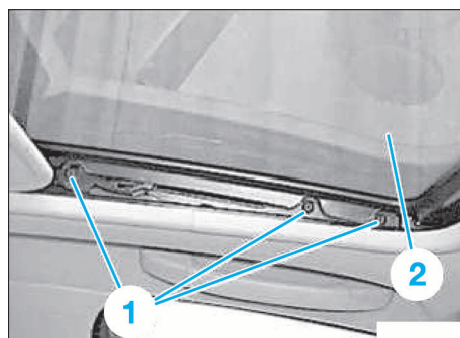

FIG. 77
- Desserrer les vis (1) de façon à ce que le couvercle du toit ouvrant (2) puisse encore pouvoir être réglé (Fig.77).